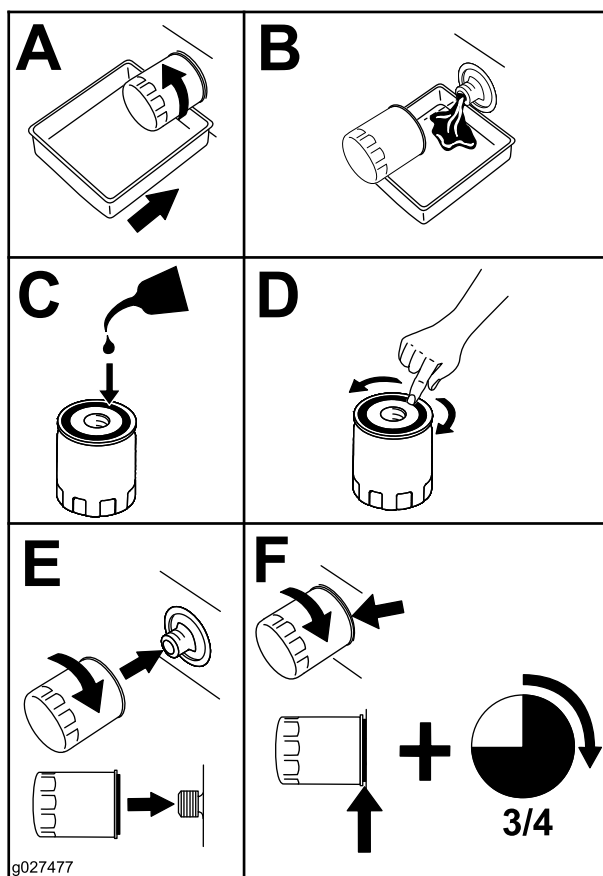

Figure 42
5. Remplacez le filtre à huile moteur comme montré à la Figure 42.